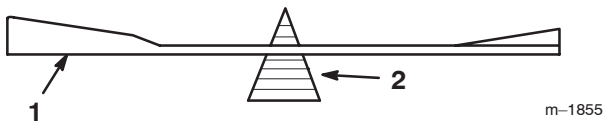

Figure 28
2. Vérifiez l'équilibre de la lame en la plaçant sur un équilibreur (Fig. 28). Si la lame reste horizontale, elle est équilibrée et peut être utilisée. Si la lame est déséquilibrée, limez un peu l'extrémité de la partie incurvée seulement (Fig. 26). Répétez la procédure jusqu'à ce que la lame soit équilibrée.